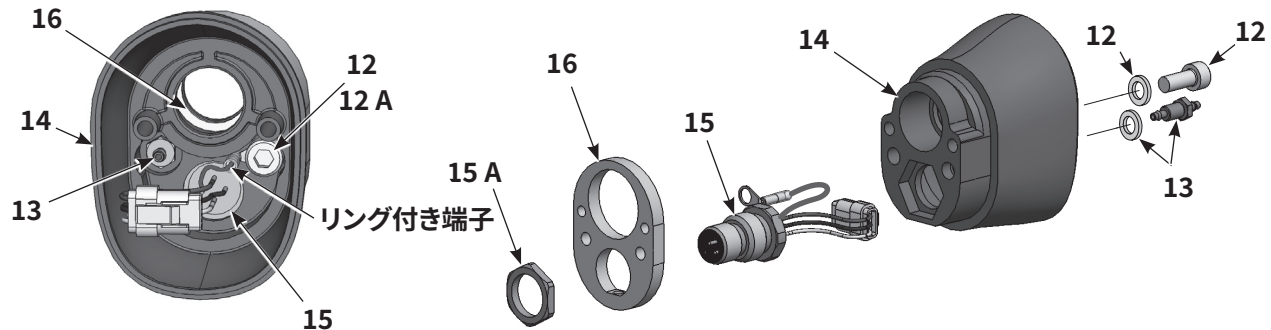

図21 チューブ取り付け式ガンの分解 5/5
18. 図21を参照。ガン本体後部のアッセンブリを分解するには、ネジ(12)と止め付き固定具(13)をガン本体後部(14)の中から取り除きます。3 mm のアレンキーと1/4 インチのディープウェルソケットが必要です。